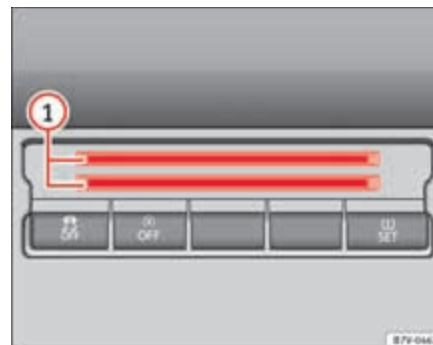

Fig. 113 Parte inferior de la consola central: compartimento para tarjetas.
En la parte inferior de la consola central hay un compartimento ⇒ fig. 113 ① para depositar monedas, tarjetas, resguardos de aparcamiento o similares.